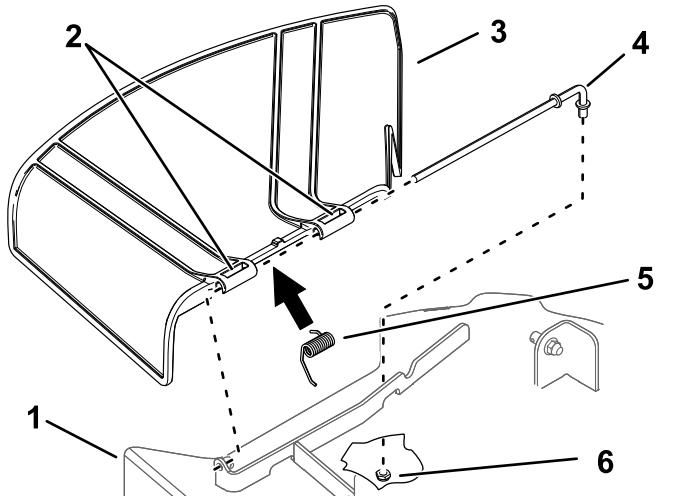

Bild 75
1. Nehmen Sie die Mutter ($\frac{3}{8}$ ") aus der Stange unter dem Mähwerk ab (Bild 75).
2. Schieben Sie die Stange aus dem kurzen Vorsprung, der Feder und dem Ablenkblech (Bild 75).
4. Montieren Sie das Ablenkblech (Bild 75).
7. Schieben Sie die Stange durch die zweite Halterung am Grasablenklech (Bild 75).
9. Befestigen Sie das hintere Stangenende mit einer Mutter ($\frac{3}{8}$ ") am Mähwerk, wie in Bild 75 abgebildet.